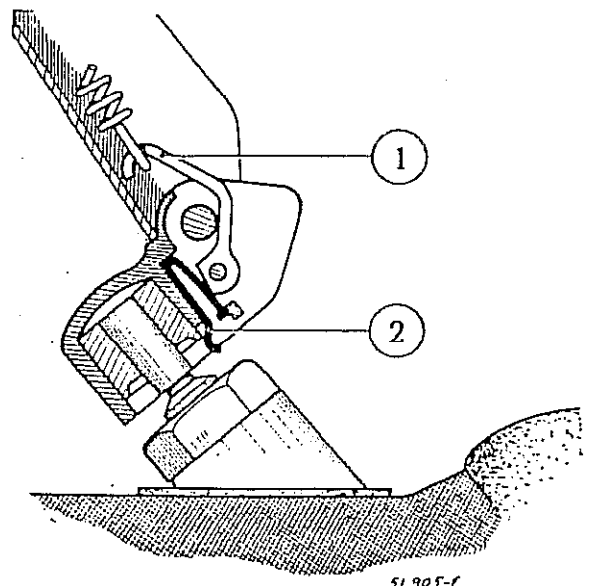

Fig. 187
Levantar el brazo porta-escobillas (posición de limpieza del parabrisas). Al levantar el brazo, el extremo del gancho (1, Fig. 187) suelta el resorte de lámina metálica (2) y éste deja de ejercer presión sobre el tambor estriado del eje permitiendo retirar el brazo porta-escobilla.